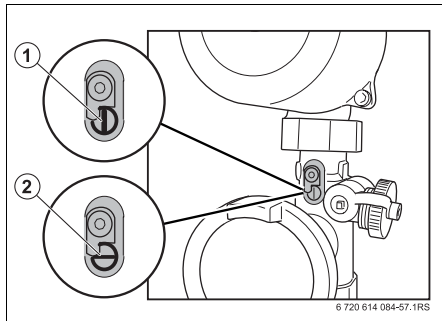

Bild 10 Rückschlagventil
- Rückschlagventil [→ Bild 10, [1], Seite 36] der Anschlussgruppe 1/4 Umdrehung öffnen.
- Rückschlagventil (→ Bild 10, [2], Seite 36) wieder schließen, nachdem die Heizungsanlage komplett entleert ist.